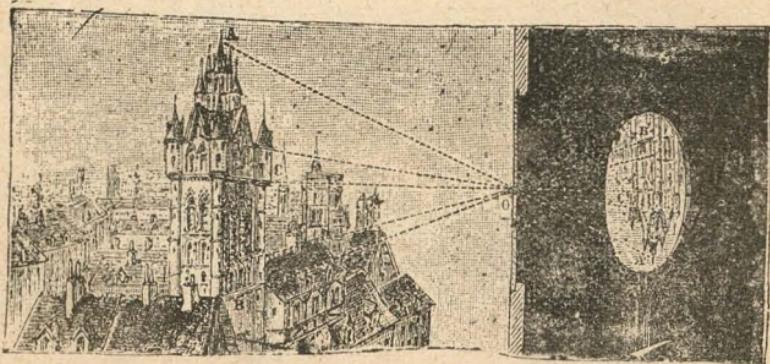

Fig. 140.—Construcción de la imagen en una cámara obscura.
1. **Cámara obscura** (fig. 140). — Si, en la pared de un aposento absolutamente obscuro (*cámara obscura*), se hace una pequeña abertura, se notará en una pantalla conven-